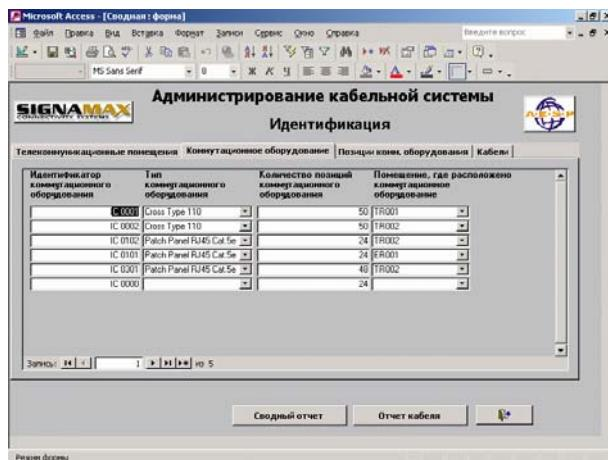

Рис. 2-3. Форма "Идентификация".
- Подвести указатель мыши к закладке с названием соответствующего элемента. На Рис. 2-3 показана работа с группой элементов «**Коммутационное оборудование**».